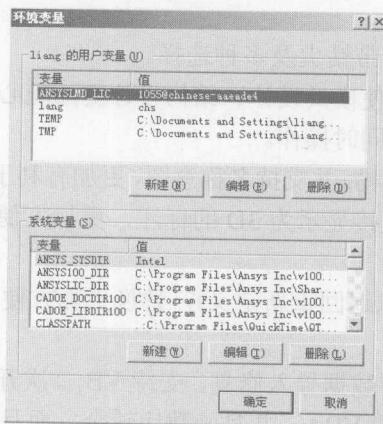

图 1-3 【环境变量】对话框
- (3) 在【高级】选项卡中单击【环境变量】按钮，弹出【环境变量】对话框，如图 1-3 所示。